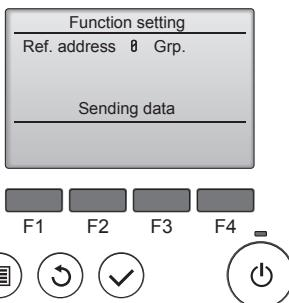

Fig. 6-15
⑤ (Fig. 6-15)
- ① Vaya al modo de selección de función